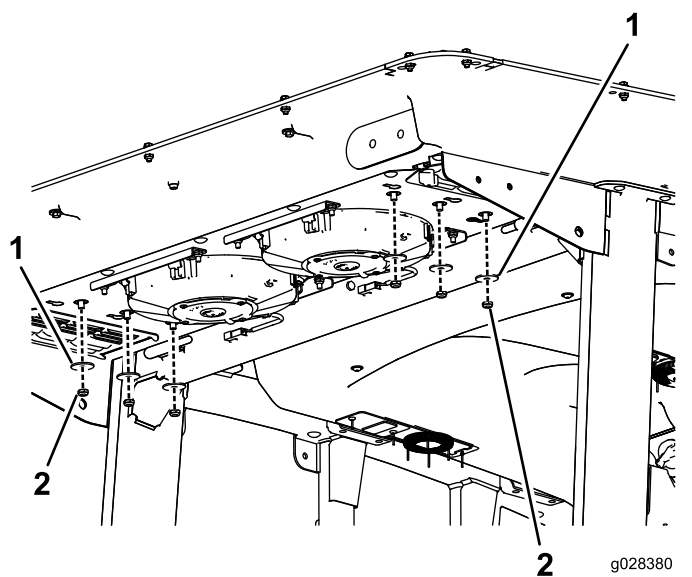

Figure 137
2. Retirez les 6 écrous et rondelles au bas de l'arrière de la cabine (Figure 137).